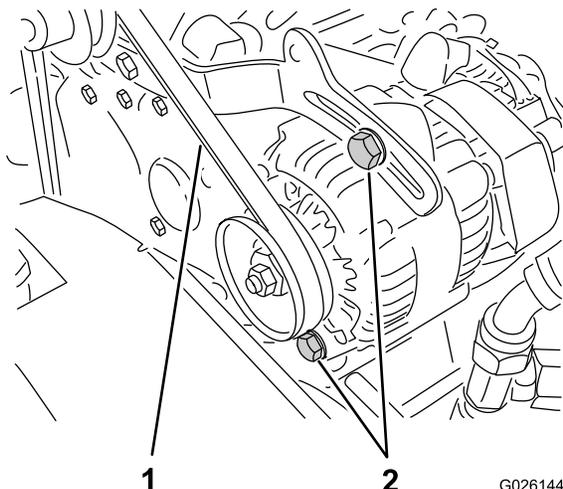

図 68
2. クランクシャフトとオルタネータのプーリ間の中央でベルトを指で押してベルトの張りを点検する。押す力は10 kg程度(図 68)。
A. オルタネータの取り付けボルト2本をゆるめる図 68。
- B. エンジンとオルタネータの間にボールを入れて適当な張りに調整し、取り付けボルトを締め付ける図 68。